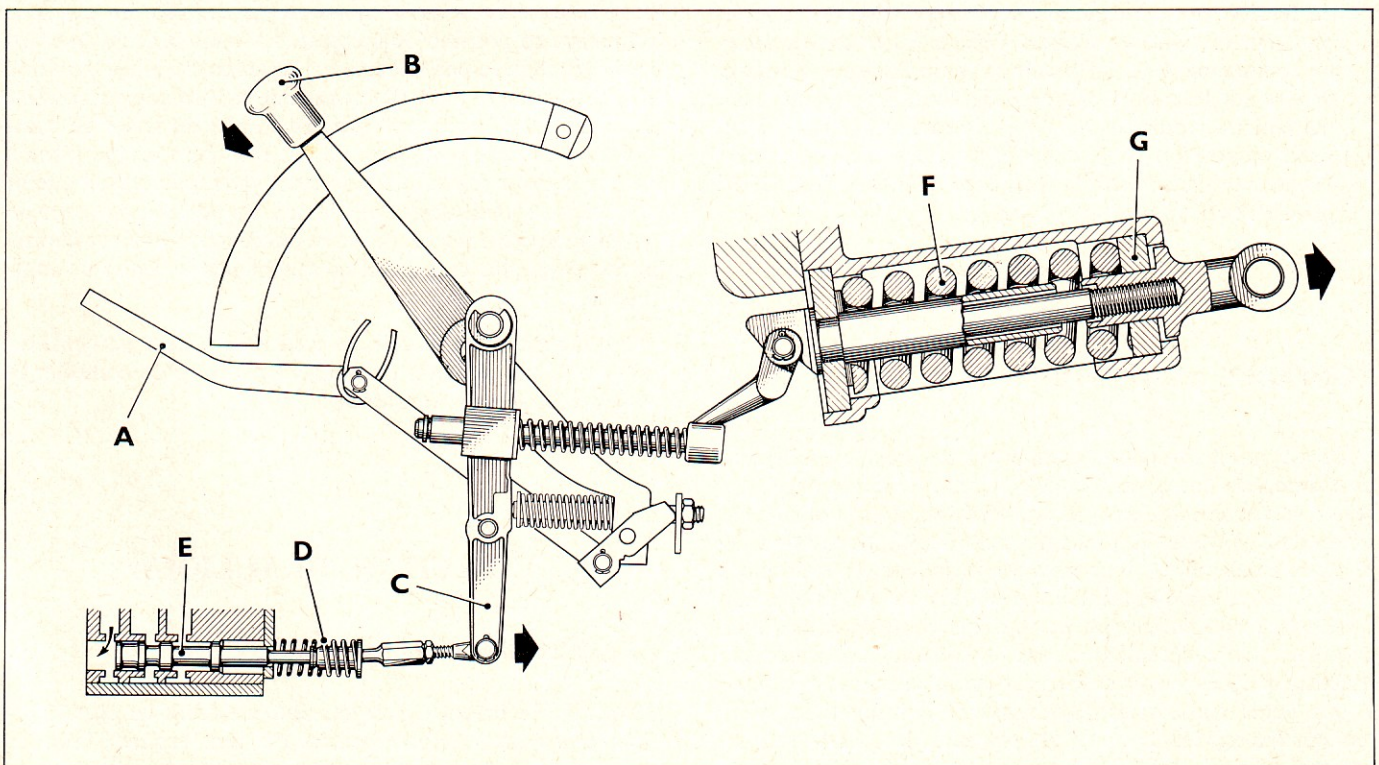

Figure 7: Contrôle d'effort - Abaissement de l'outil provoqué par une augmentation de la tension sur l'articulation supérieure
2. Une diminution de résistance provoque un accroissement de tension sur l'articulation supérieure (Figure 7), et le plongeur de contrôle d'effort s'écarte du levier du tiroir de commande. Ceci augmente la force dirigée d'avant en arrière sur le ressort principal de contrôle d'effort, permettant au ressort du tiroir de commande d'amener ce tiroir en position de descente. L'outil pénétrant plus profondément dans le sol, la résistance augmente jusqu'à ce qu'elle ait retrouvé sa valeur originale.